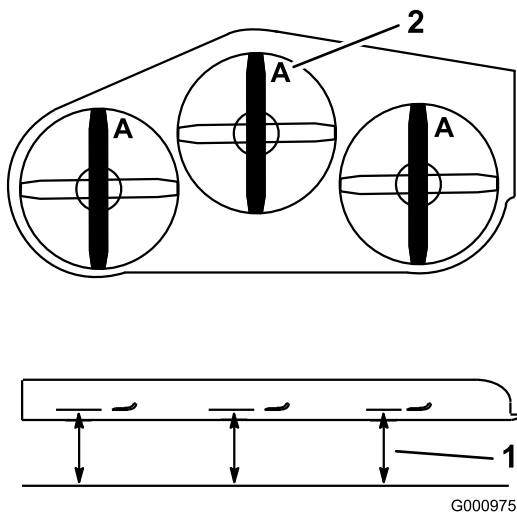

図 84
- A位置で、平らな床面からブレードの刃先までの高さを測る 図 84。